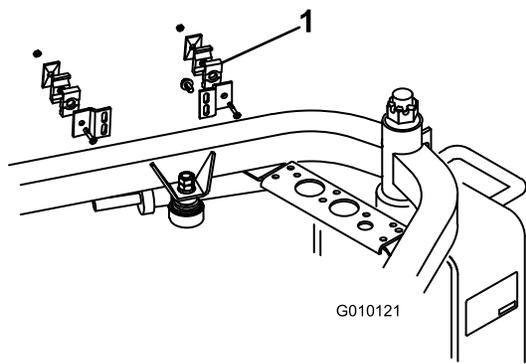

Figura 5
- Sujete los conjuntos de soporte de las abrazaderas (abrazaderas, tapas, tornillos de cabeza hexagonal y contratuercas) al bastidor con 4 tornillos autorroscantes (Figura 5).